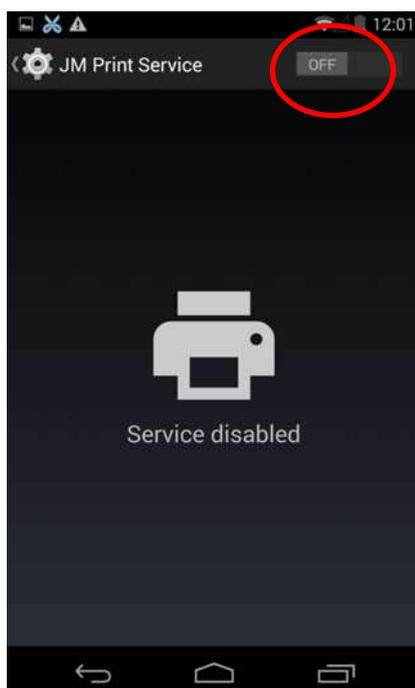

Figura 23
3.4 Encienda la función “JM Print Service” (Figura 23).